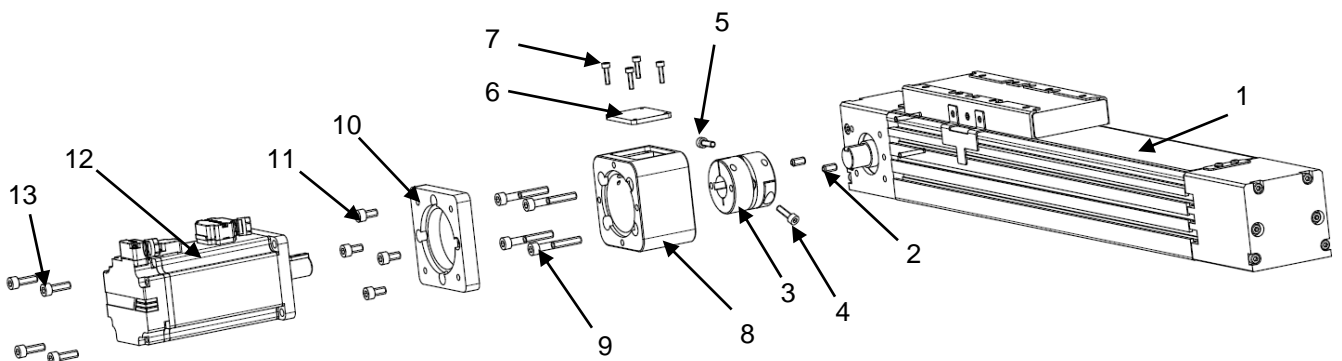

Рисунок 2—Установка двигателя/редуктора с помощью монтажного комплекта модели AM-МКCR/AR-МКCR
1.4.2.1 Схема для установки двигателя (см. рисунок 2):